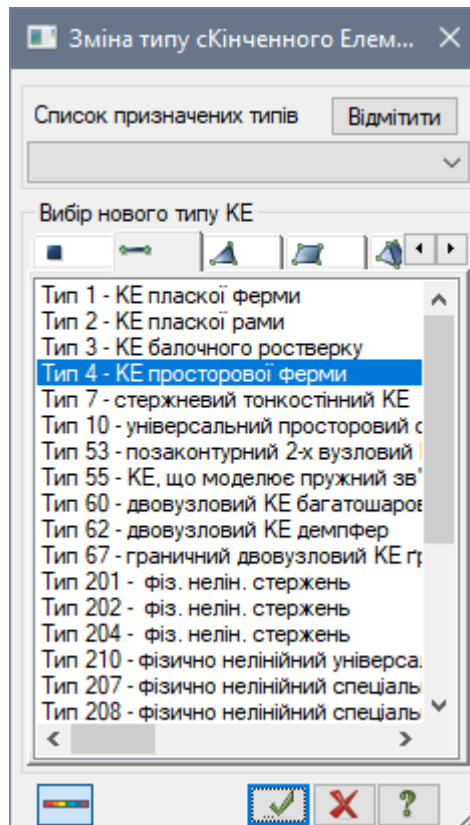

Рис. 12.19. Діалогове вікно **Змін типу скінченного елемента**
- Натисніть на кнопку  – **Зміна типу КЕ** (панель **Схема** на вкладці **Розширене редагування**) відкрийте діалогове вікно **Зміна типу скінченного елемента** (рис. 12.19).